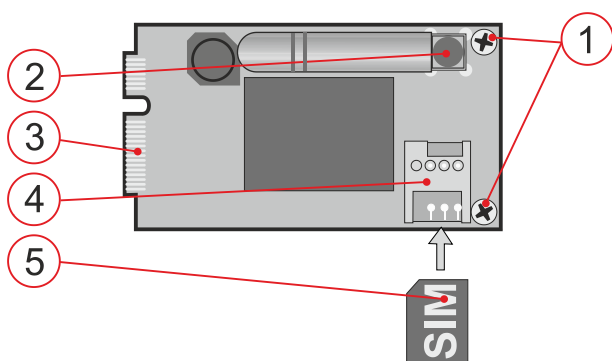

Fig. 1 : Le communicateur JA-194Y
- Fixez l'antenne GSM** au connecteur (2.) du module transmetteur GSM (fourni avec le JA-194Y-LITE). Lors de l'installation de l'antenne, suivez l'orientation indiquée à la Fig. 1.